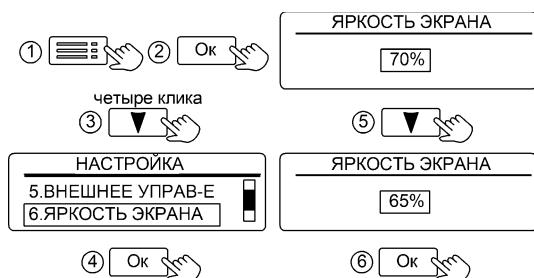

Рисунок 20. Настройка яркости экрана
11.1.6 «6.ЯРКОСТЬ ЭКРАНА» - установка яркости экрана по шкале 0-100% с шагом градации 5% (см. рис. 20).